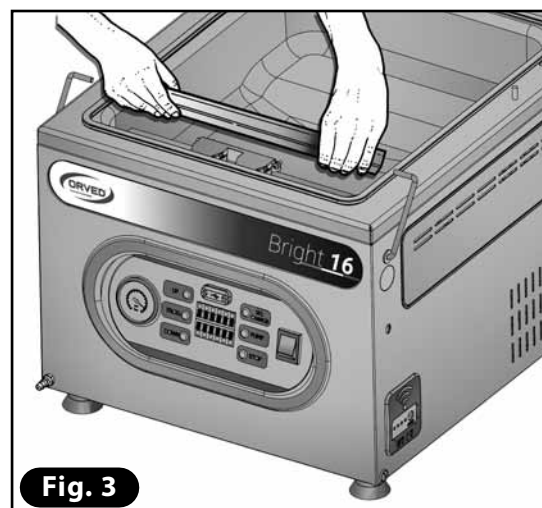

Fig. 3
- 3) Riporre la barra saldante nella vasca, prestando attenzione all'innesto corretto della stessa nei contatti elettrici (**Fig. 3**).